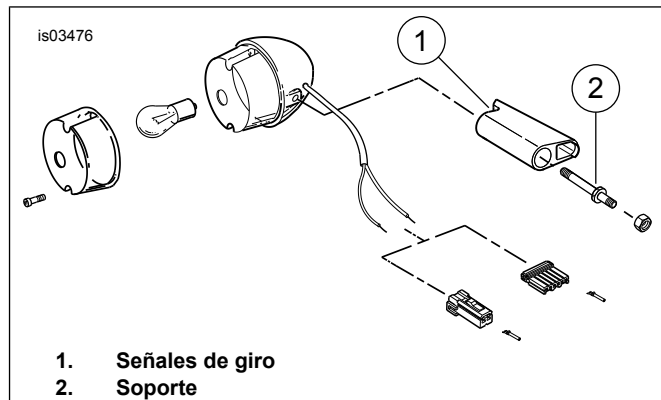

Figura 2. Señal de giro trasera (soporte típico estilo Airfoil)
2. Vea la Figura 2. Quite las señales de giro a la izquierda y a la derecha de los soportes y deséchelas. Guarde los elementos de sujeción de montaje para la instalación.
6. Vea la Figura 2. Instale el espárrago del soporte a través de la cubierta de la riostra usando los elementos de sujeción que se quitaron en el paso 2.